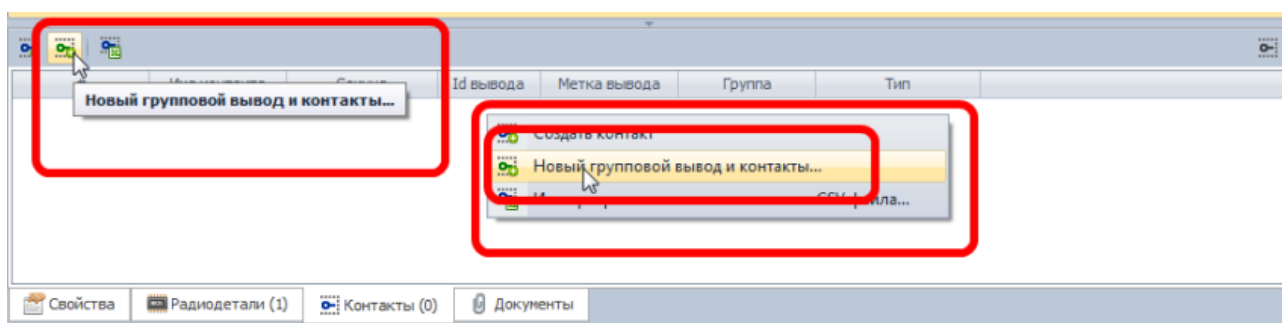

Рис. 278. Добавление нового группового вывода и контактов
1. Нажать кнопку  - «Новый групповой вывод и контакты...», которая расположена на панели инструментов закладки, либо воспользоваться контекстным меню в таблице контактов, см. Рис. 278.